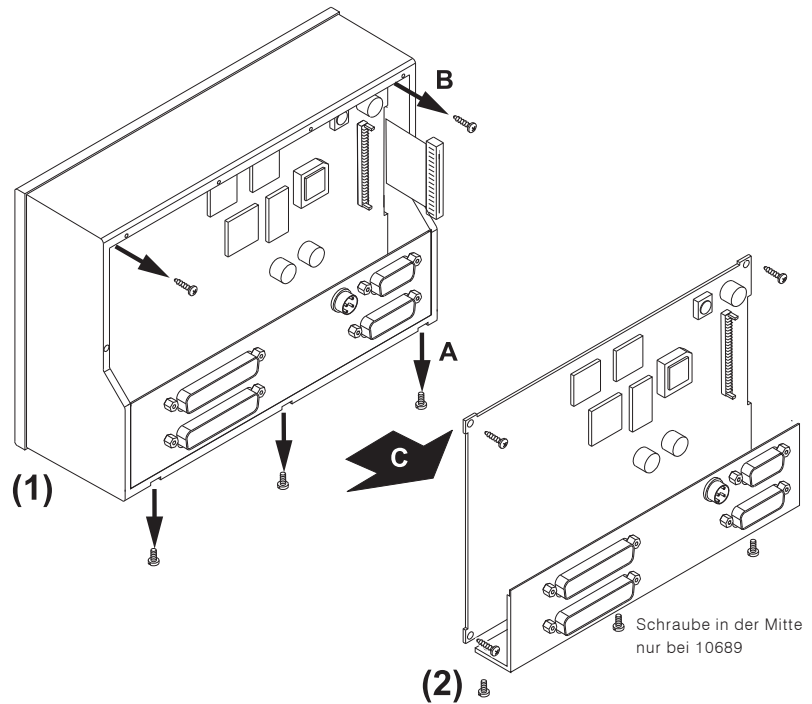

Bild D 7-4: Lösen und Entnehmen von Anschlusswinkel und Hauptplatine
3. Entfernen Sie auf der Geräteunterseite die drei (10689) bzw. zwei (10689-PLUS) Schrauben (A), die das Anschlusspanel halten. Entfernen Sie die drei Schrauben (B), die die Hauptplatine fixieren. Entnehmen Sie vorsichtig die Hauptplatine und das anhängende Anschlusspanel (C) und legen Sie sie an einen vor statischen Aufladungen geschützten Platz. (Bild D 7-4)